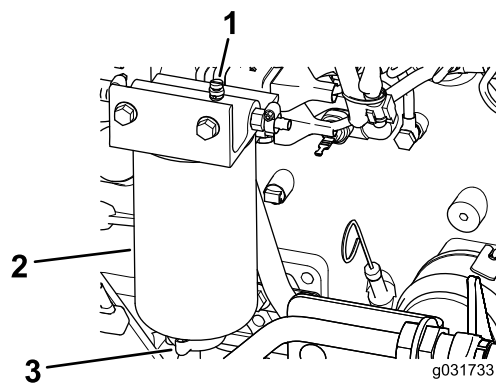

Рисунок 98
2. Ослабьте сливной кран в днище фильтра (Рисунок 98).
2. Ослабив вентиляционную пробку и открыв сливной клапан, слейте некоторое количество топлива (Рисунок 98).